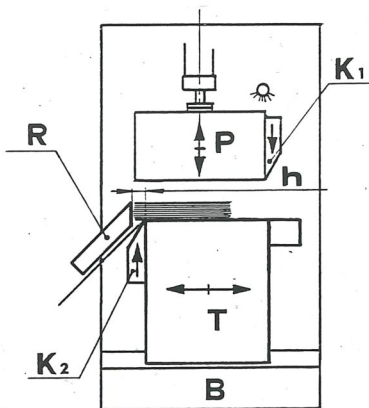
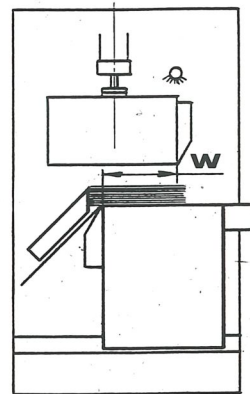

Fig. 1
Fig. 2
The simultaneous trimming on the two sides of the veneer pack is carried out thanks to the movement, at the same time, of two knives: one (Fig. 1; K1) fitted on a fixed structure and the other one (Fig. 1; K2) on the mobile table T.
The mobile table T can move till reaching a distance between knife K2 and knife K1 which is equal to the width "W" you wish to obtain from the veneer pack (Fig. 2).
La machine permet, par une seule opération, d'effectuer la coupe d'un paquet de placage sur les deux côtés. La coupe simultanée sur les deux côtés est obtenue grâce au mouvement simultané de deux couteaux: le premier (Fig. 1; K1) monté sur une structure fixe et le deuxième (Fig. 1; K2) sur une table mobile T.
La table mobile T se déplace jusqu'à atteindre une distance entre le couteau K1 et le couteau K2 qui est égale à la largeur "W" qu'on veut obtenir du paquet de placage (Fig. 2). Le mouvement du couteau K1 se produit du haut en bas, tandis que le couteau K2 se déplace dans le sens contraire. La machine est équipée d'une butée postérieure réglable R, ainsi que d'un presseur P, pour le blocage du paquet au cours de l'opération de coupe.
Das Beschneiden auf zwei Seiten des Pakets erfolgt durch die gleichzeitige Bewegung von zwei Messern, wobei das Messer (K1 in Abb. 1) an der festen Struktur und das zweite Messer (K2 in Abb. 1) am beweglichen Tisch (T) angebracht ist. Der verstellbare Tisch (T) kann solange versetzt werden, bis das am Tisch angebrachte Messer (K2) sich um eine Distanz vom Messer (K1) entfernt, wie sie der zu schneidenden Breite (W) des Furnierpakets entspricht (Abb. 2).
La macchina consente, con un'unica operazione, il taglio di un pacco di impiallacciatura su entrambi i lati da refilare. La refilatura simultanea, su due lati del pacco, avviene grazie al movimento contemporaneo di due coltelli, il primo (riferimento K1 di fig. 1) montato su una struttura fissa e il secondo (riferimento K2 di fig. 1) su una tavola mobile T.
La tavola mobile T si può spostare fino a portare il coltello K2, su di essa montato, a una distanza dal coltello K1, pari alla larghezza "W" che si desidera ottenere dal pacco di impiallacciatura (fig. 2). Il movimento del coltello K1 avviene dall'alto verso il basso, mentre il coltello K2 si muove in direzione opposta. La macchina è dotata di una battuta posteriore registrabile R, nonché di un pressore P per il bloccaggio del pacco durante l'operazione di taglio.